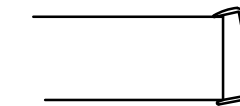

FIG.1
- 1) LOCATE THE CHANNEL END CAP AS SHOWN IN FIG. 1.